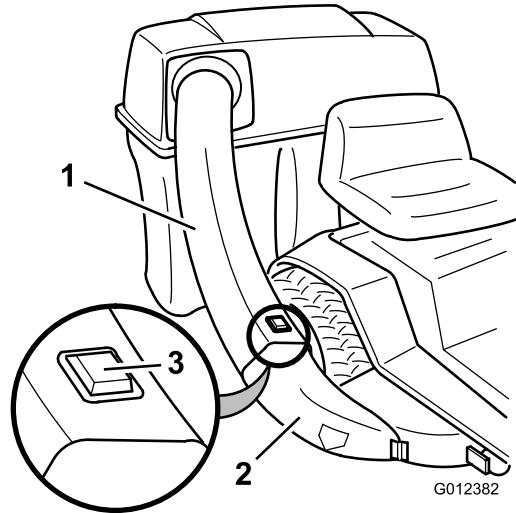

Bild 14
1. Schieben Sie das gekrümmte Ende des Auswurfrohrs in die Öffnung in der Abdeckung des Heckfangsystems (Bild 14).
2. Schieben Sie das rechteckige Ende des Auswurfrohrs auf das Ende des Auswurfkanals. Achten Sie darauf, dass die Nase am Auswurfkanal in das rechteckige Loch am Auswurfrohr einrastet (Bild 14).